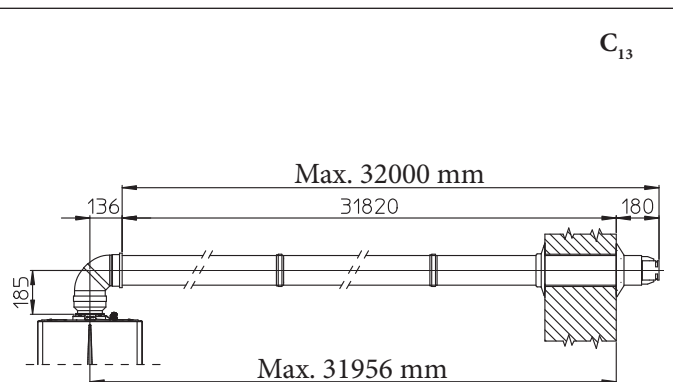

Fig. 1-17
• Prolunghe per kit orizzontale \varnothing 80/125 (Fig. 1-17). Il kit con questa configurazione può essere prolungato fino a una *misura max. di 32 m*, compreso il terminale grigliato ed esclusa la curva concentrica in uscita dalla caldaia. In presenza di componenti aggiuntivi è necessario sottrarre la lunghezza equivalente alla misura massima ammessa. In questi casi è necessario richiedere le apposite prolunghe.